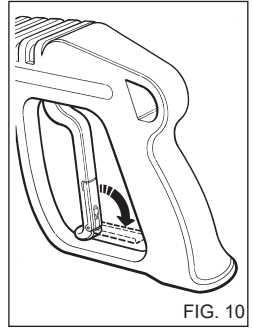

FIG. 10
- Stäng fästets skyddskåpa när rengöringsmaskinen inte används. (fig. 10)